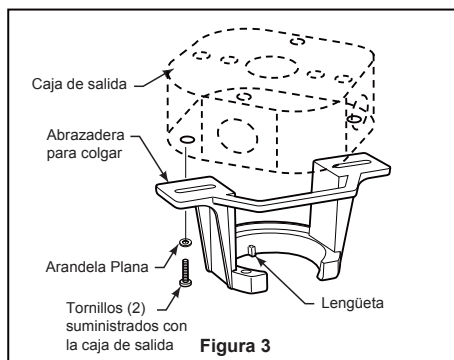

Figura 3
Uso del soporte (Figura 3)
- ☐ 3. Retire los seis tornillos preensamblados de la arandela del acoplador del motor del ensamble del motor y guárdelos para volverlos a instalar en el paso 7. (Figura 3)
3. Introduzca los cables de color negro, azul y blanco a través de la varilla. (Figura 3)
1. Fije bien la abrazadera para colgar a la caja de salida (no se incluye) con los tornillos y las arandelas provistas con la caja de salida. (Figura 3)
- ☐ 3. Extraiga uno de los tres tornillos del ensamble de la placa de iluminación. Guárdelos para después y afloje levemente los otros dos tornillos. (Figura 3)
3. Verifique el funcionamiento del ventilador jalando suavemente de la cadena del tirador del ventilador. (Figura 3)